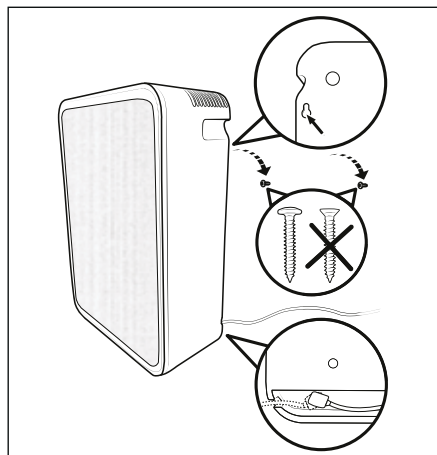

Fig. 4
- ◆ Introduceți câte un șurub cu cap semirotund în cele două dibluri. Lăsați șuruburile cu cap semirotund să iasă în afară din dibluri cca 5 mm pentru a avea loc suficient pentru suspendarea aparatului (a se vedea fig. 4).
- ◆ Introduceți conectorul-tată al adaptorului de rețea ⑩ în conectorul-mamă ⑤ al aparatului (a se vedea fig. 4).
- ◆ Suspendați aparatul cu cele două inele de suspendare de cele două șuruburi cu cap semirotund (a se vedea fig. 4).
- ◆ Ridicați ușor aparatul de la perete. Ghidați în afară cablul adaptorului de rețea ⑨ prin locașul cablului aparatului în stânga sau în dreapta (a se vedea fig. 4).